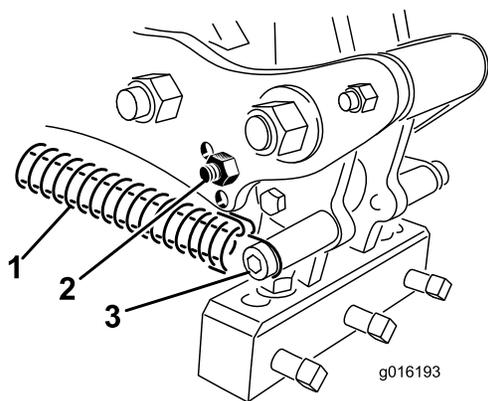

図 39
3. タインヘッドにかかっているスプリングのテンションを解除する 図 39。
4. リンクアームからバンパーボルトとバンパーを外し、これらをもう一方の調整穴に差し込む 図 39。